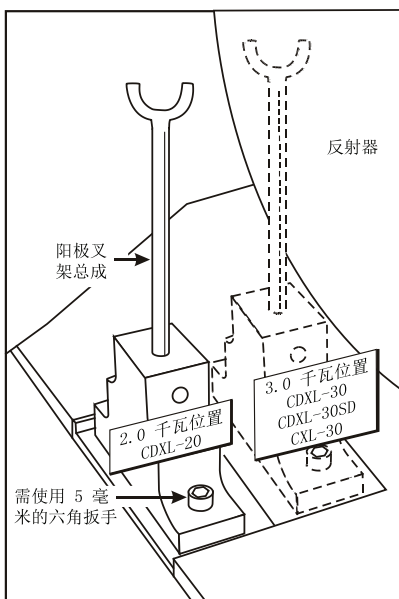

图 2-9 阳极叉架位置
2. 根据灯泡类型放置阳极叉架总成。检查阳极叉架总成的位置以确定数字电影放映机中使用的灯泡类型。表 2.1 列出了 CP2220 可用的所有灯泡类型，以及阳极叉架总成的位置。(图 2-9)